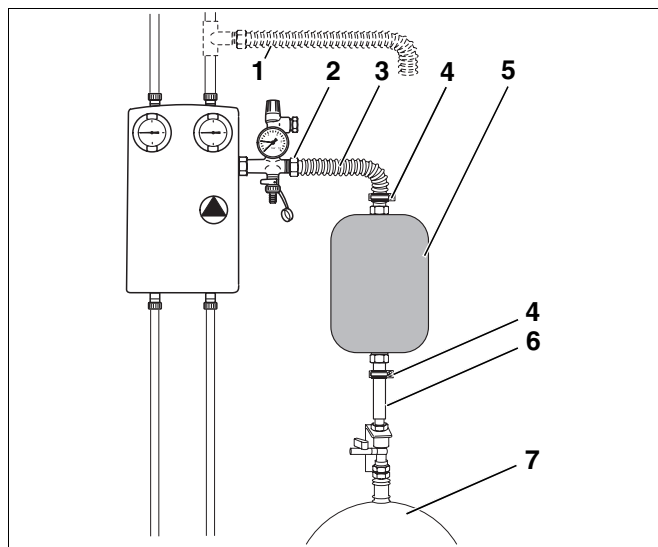
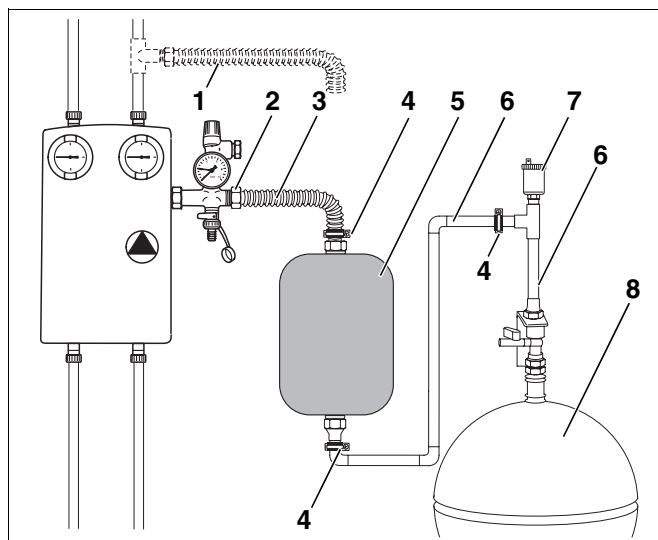

Fig. 1 Montage du réservoir de protection
Fig. 2 Montage du réservoir de protection avec purgeur supplémentaire.
Le vase d'expansion doit être monté en-dessous du réservoir de protection (fig. 1). Si cela n'est pas possible et si la conduite vers le vase d'expansion doit être posée avec une pente ascendante, un purgeur supplémentaire est nécessaire (fig. 2, **pos. 7**).
- Avec les capteurs à tubes sous vide, le réservoir de protection et le vase d'expansion doivent être installés au-dessus de la station complète (fig. 1, **pos. 1**) (voir kit de conversion, accessoires).
- Raccordez le réservoir de protection (fig. 1, **pos. 5**) au retour du groupe de sécurité de la station complète. Utilisez par ex. le flexible inox (fig. 1, **pos. 3**) du kit de raccordement au vase d'expansion (AAS solaire ; accessoires).
- Fixer les conduites en direction et en provenance du réservoir de protection (fig. 1, **pos. 5**) à l'aide des colliers de serrages disponibles dans le commerce (fig. 1, **pos. 4**). Le réservoir de protection (fig. 1, **pos. 5**) doit être monté en position verticale.
- Raccordez le vase d'expansion (fig. 1, **pos. 7**) par un tube en cuivre (fig. 1, **pos. 6**) au réservoir de protection (fig. 1, **pos. 5**).